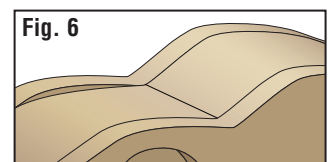

Fig. 6
- Sand squared edges round for a realistic look. Some designs require shaping raised-fenders. (Fig. 6) **TIP!** Use pictures of racecars as a reference during the building process.
- Sable carré bords ronds pour un oeil réaliste. Certains modèles nécessitent une mise en forme a soulevé des ailes. (Fig. 6) **ASTUCE!** Utiliser les photos des bolides spéciaux comme référence durant le processus de construction.